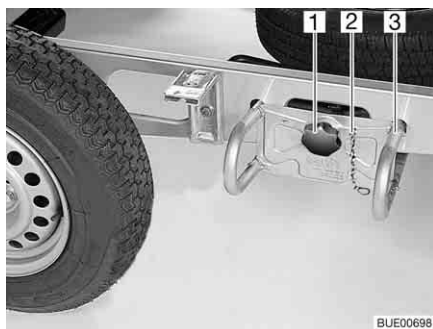

Bild 237 Reservhjulshållare
- Haka ur säkringskedjan (Bild 237,2).
- Lossa och skruva ut rattskruven (Bild 237,1).
- Dra ut reservhjulshållaren (Bild 237,3) ca 10 cm och lägg ned den på marken.